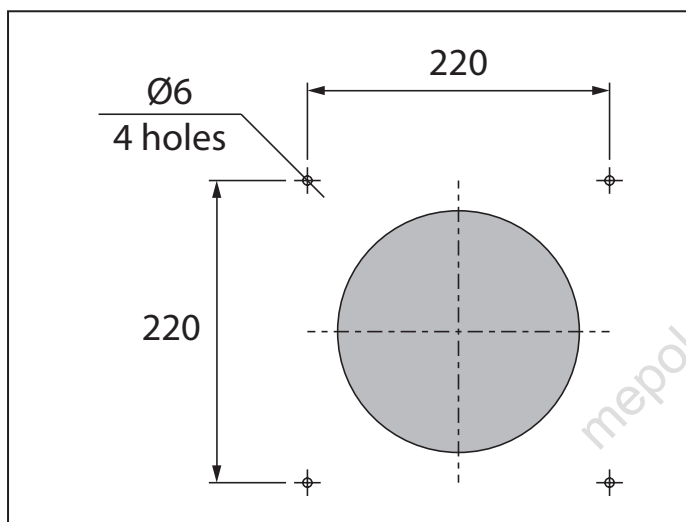

Fig. 13a
- Fig. 13a - models VENTO Ergo A50 Pro and VENTO Ergo A50-1 Pro;